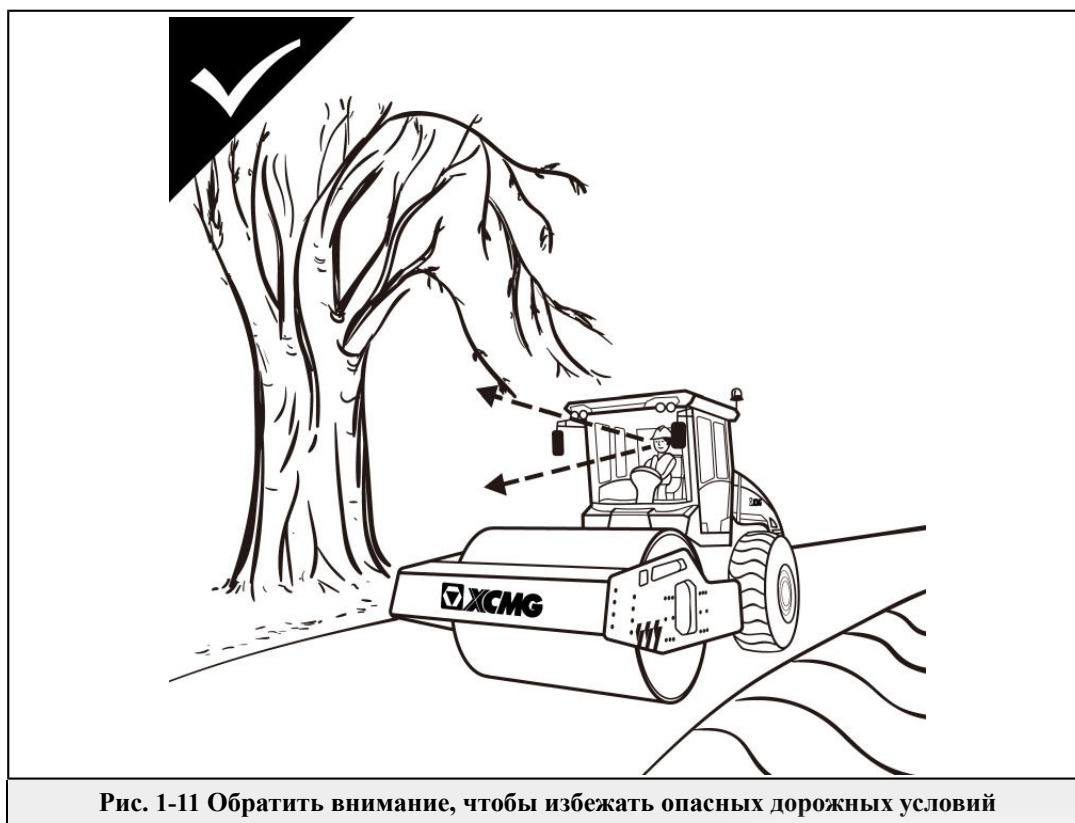

Рис. 1-11 Обратить внимание, чтобы избежать опасных дорожных условий
- Избегать движения на краях дорог, по канавам и на подобных местах, обращать внимание, что мокрые или поврежденные дорожные покрытия повлияют на грузочную способность катка. Обращать внимание на возможные препятствия над катком, такие как повешенные кабели при низкой высоте, ветки деревьев и другие препятствия (Рис. 1-11).